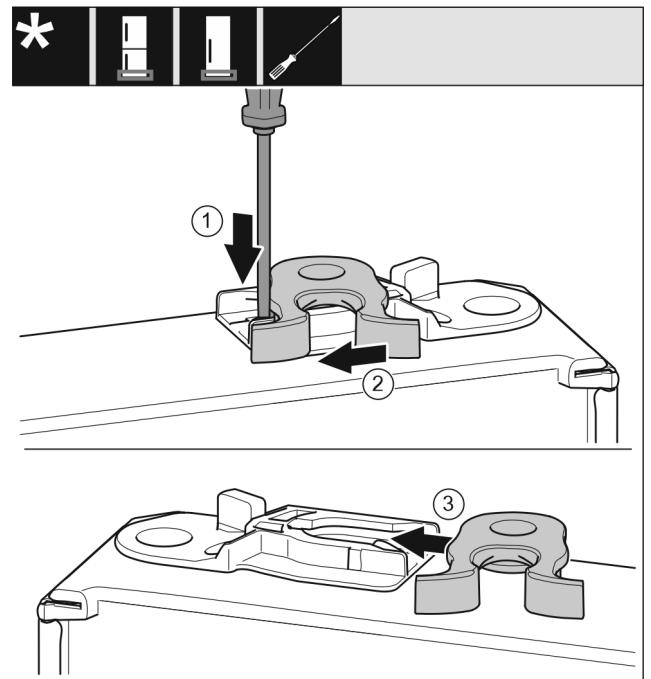

Fig. 20
- ▶ Lasche Fig. 20 (1) mit Schlitzschraubendreher nach unten drücken.
- ▶ Schließhaken Fig. 20 (2) aus Führung ziehen.
- ▶ Schließhaken Fig. 20 (3) auf anderer Seite in Führung schieben.